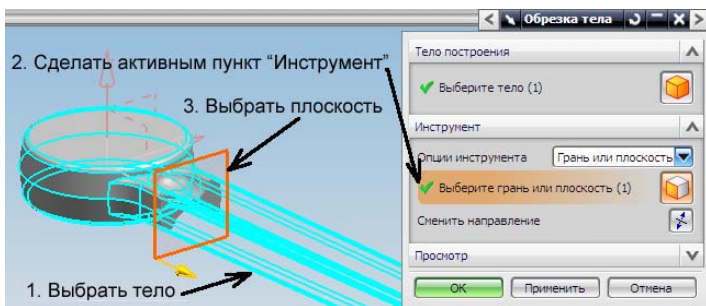

Рис. 45. Обрезка тела
Обрежем тело построенной плоскостью – в главном меню выбираем **Вставить** → **Обрезка** → **Обрезка тела** или иконку  на панели инструментов. Выбираем обрезаемое тело (поковку). Затем необходимо сделать активным пункт «Инструмент» меню «Обрезка тела» – нажимаем «Выберите грань или плоскость (0)». Выбираем построенную вспомогательную плоскость (рис. 45). Нажимаем ОК.